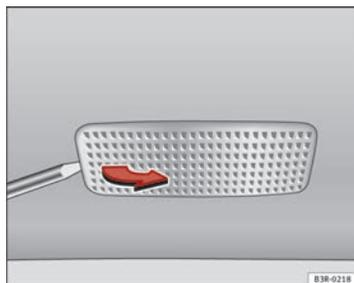

Fig. 229 Desmontaje luz del parabol
- Retire la luz con cuidado, utilizando un destornillador por su parte plana ⇒ fig. 229.